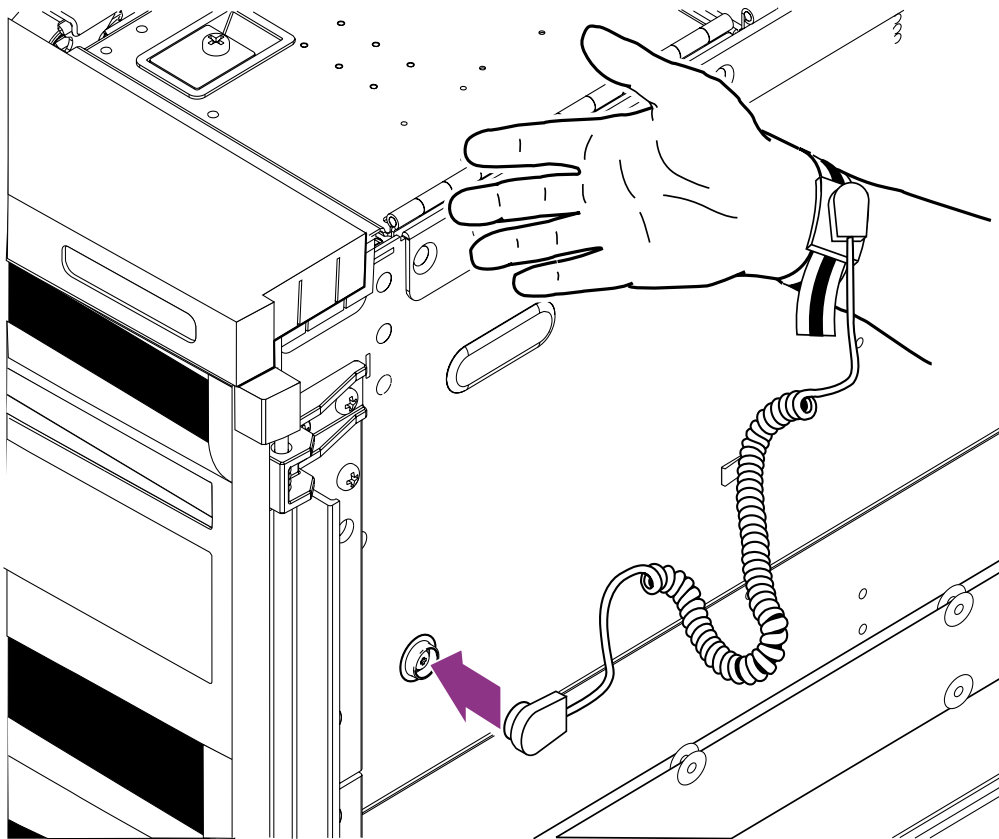
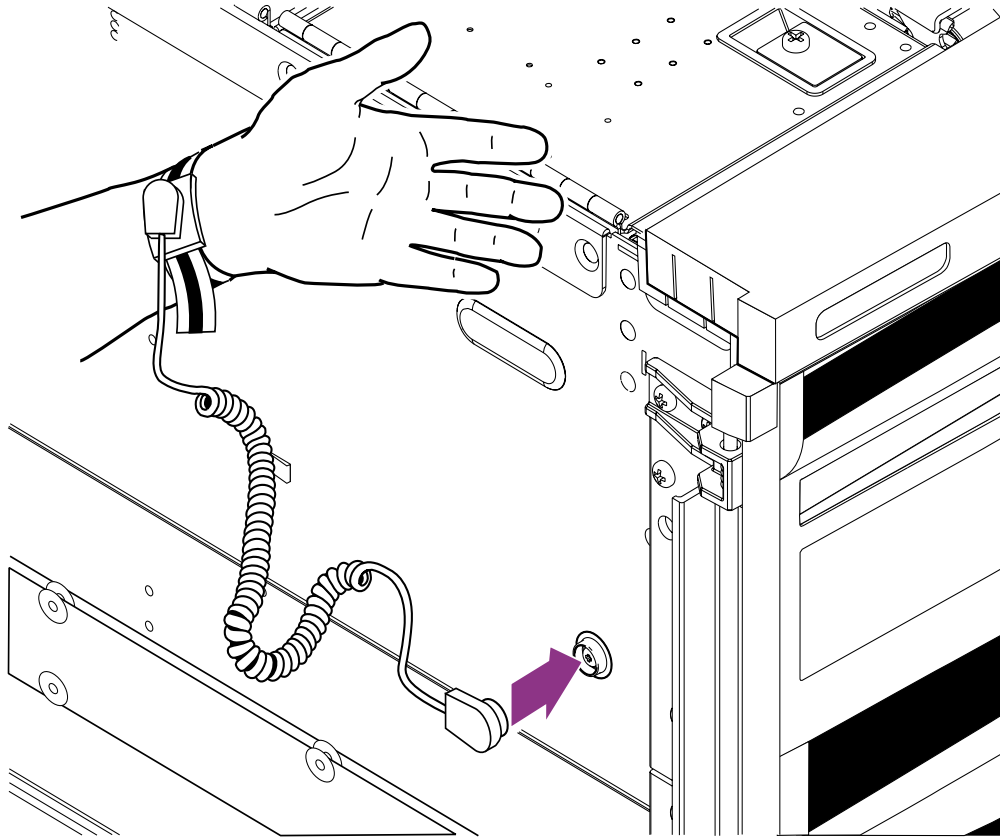

図 2 静電気防止用リストストラップの接続 - 右手側
図 3 静電気防止用リストストラップの接続 - 左手側
- 図 2 および図 3 に示すように、静電気防止用リストストラップをシャーシに接続します。